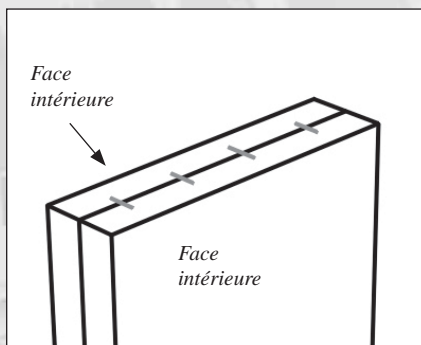

FIGURE 6 : Tracé de la position des queues. Marquez les 2 pièces simultanément avec un trait à chaque queue.
- Marquez l'espacement des queues. Même si ce traçage n'est pas parfaitement perpendiculaire, cela n'a pas d'importance, à la limite, il n'y a même pas besoin d'équerre et il est possible de tracer à la volée ! Le seul repère utilisé est le repère en bordure de chaque planche. Ne tracez pas sur toute la largeur, les 2 pièces étant tracées simultanément, et le gabarit tenant compte de la voie de la scie VERITAS, le repérage sera toujours parfait. Les queues peuvent être réparties régulièrement ou irrégulièrement. Une pratique habituelle veut qu'il y ait une demi queue à chaque extrémité et que le nombre de tracé soit pair (voir figure 6).